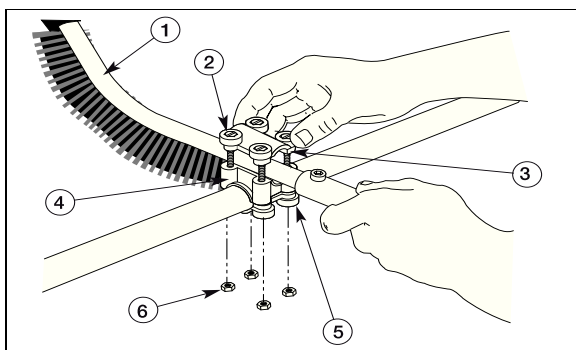

Fig. 1
**Описание деталей – Рис. 1–4.**